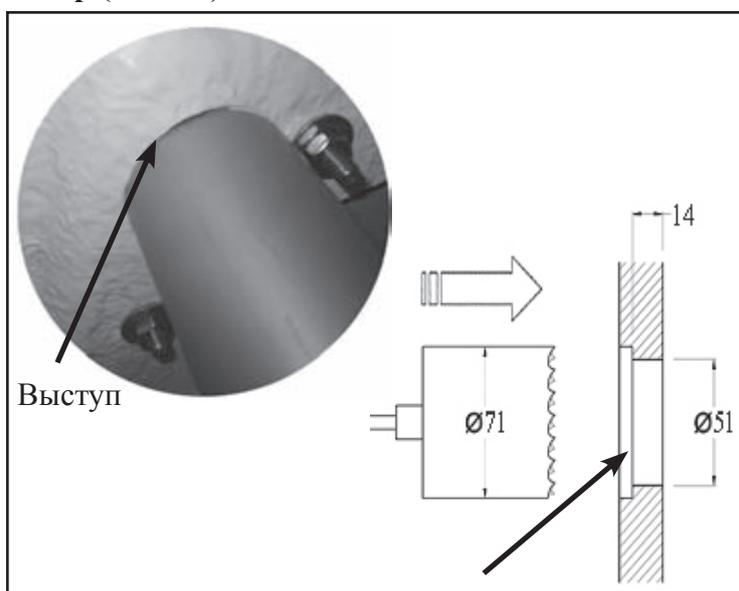

Рис. 2.2.3.3-1
1. Проверьте правильность расположения цилиндра. Особенно обратите внимание на выступ, показанный на рис. 2.2.3.3-1, который может задевать за корму, вызывая повреждение.
Если толщина кормы больше 14 мм, необходимо сделать углубление для цилиндра, см. рис. 2.2.3.3-1.
2. Нанесите герметик на кромку гидравлического цилиндра и установите клиновидную вставку (рисунок 2.2.3.3-2). Вдавите цилиндр изнутри лодки в соответствующее отверстие. Также нанесите герметик на внешнюю сторону на резьбу (рисунок 2.2.3.3-3, А).
Помощник должен переместить опорную пластину и стопорную гайку (рисунок 2.2.3.3-3, В) вперед по стержню поршня, пока конец стержня не попадет в самое дальнее отверстие.